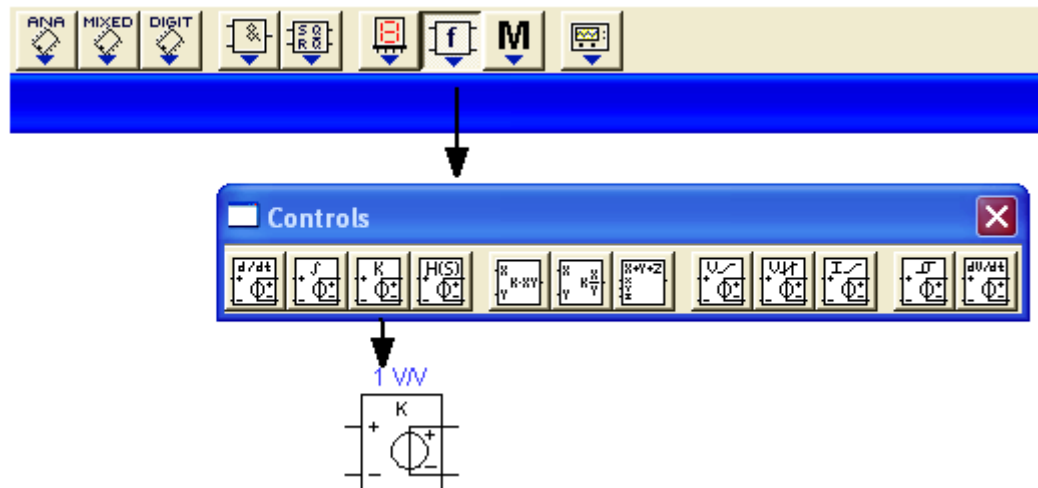

Рис.3.8. Установка на рабочем поле масштабирующего блока
- из набора **Аналоговые вычислительные устройства (Controls)** (рис.3.8) - два масштабирующих блока (*Voltage Gain Block*);